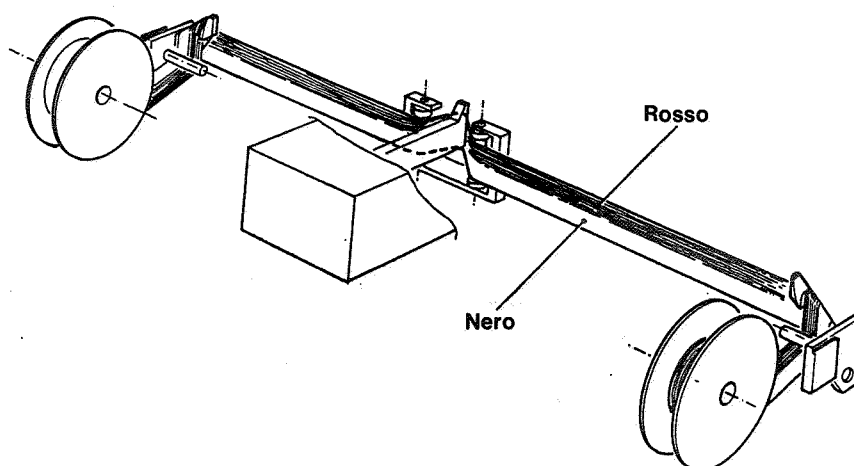

Fig. 2.14
- 7 - Verificare il corretto montaggio del nastro che deve risultare posizionato come indicato nello schema in Fig. 2.14